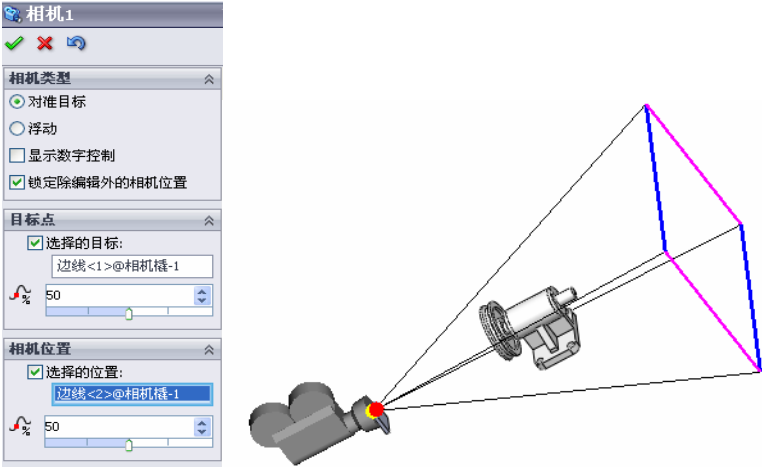

图 13-58 设置相机位置
④ 选择相机撬的上表面后边线中点为相机位置，“相机”属性管理器和视图如图 13-58 所示。